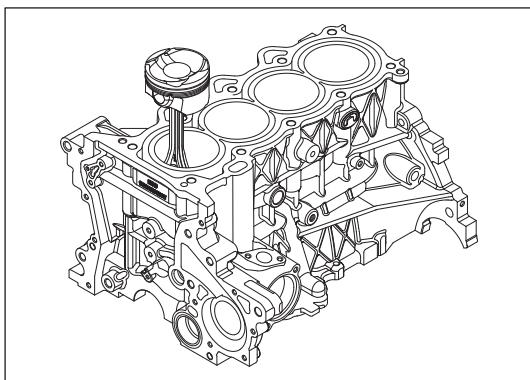

Рис. 13-2-2. Разборка шатуна поршня
- (1) Снятие шатуна поршня и вкладыша головки шатуна
- b) Установить подходящий инструмент в отверстие цилиндра со стороны коленчатого вала и осторожно ударить по торцу соединения корпуса шатуна и по крышке шатуна, чтобы извлечь шатун из блока цилиндров. Вынуть шатун из блока цилиндров, как изображено на рис. 13-2-2.